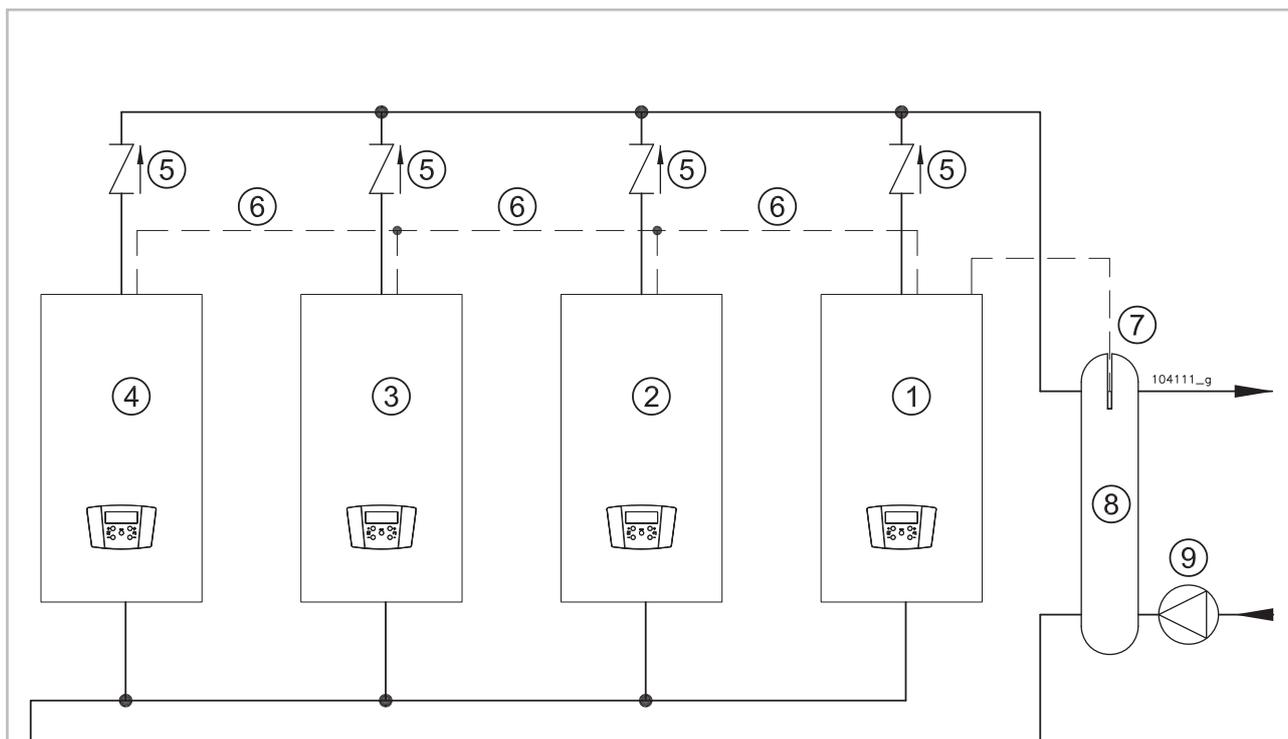

Figura 22
Este aparato se puede conectar en cascada, hasta un máximo de 8 dispositivos. El esquema de conexión hidráulica se muestra en la Figura 22. Se pueden realizar otros tipos de conexiones hidráulicas (solicite al fabricante los esquemas de referencia). La cascada se gestiona mediante la placa base del aparato, que denominaremos en adelante "MASTER".
1. - Realice la instalación hidráulica (Figura 22);